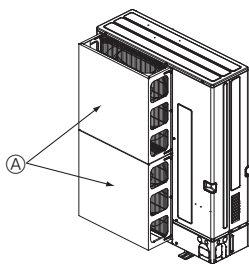

Fig. 2-15
- ① Installer un guide de protection d'air en option si l'appareil est placé dans un endroit où les vents violents d'une tempête, par exemple, pourraient s'engouffrer directement dans la sortie d'air. (Fig. 2-15)